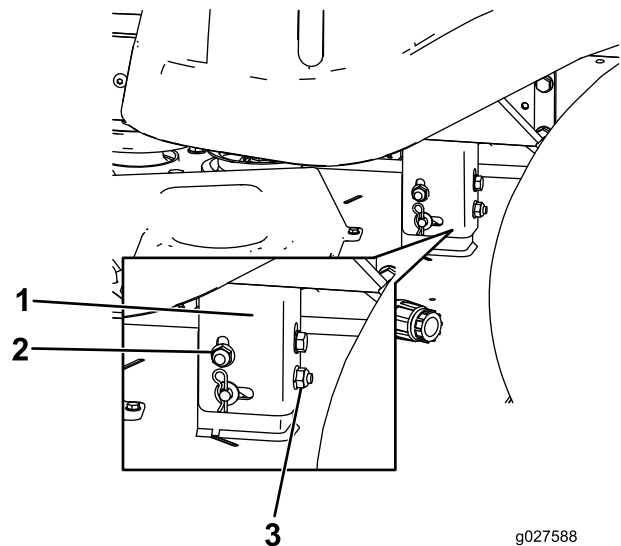

Figura 53
- Eleve o baje el lado izquierdo de la carcasa de corte girando la tuerca trasera (Figura 53).
Nota: Gire la tuerca trasera en sentido horario para elevar la carcasa de corte; gire la tuerca trasera en sentido antihorario para bajar la carcasa de corte. (Figura 53).